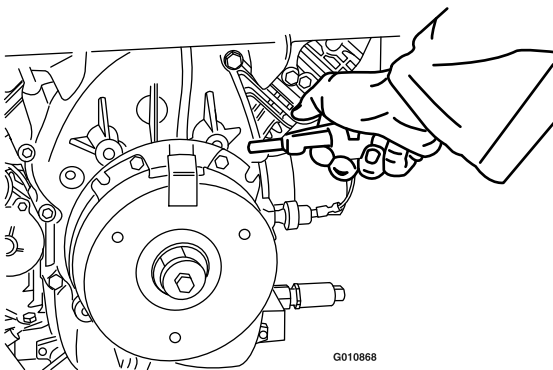

Figure 73
2. Soufflez de l'air comprimé sous le pôle et autour des entretoises du frein pour éliminer tout débris (Figure 73).